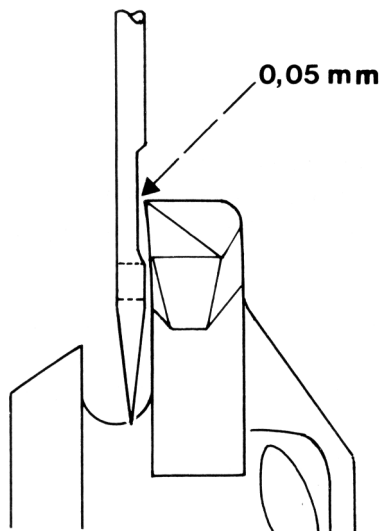

Рис. 6
При выполнении прямого стежка в среднем положении расстояние между носиком петлителя и выемкой на игле системы 130/705 должно составлять от 0,05 до 0,1 мм (рис. 6).
- Пслабить винт 24 при помощи гаечного ключа с внутренним шестигранником размером 2,5 мм (рис. 6с).
- Направляющую петлителя 21 сдвинуть таким образом, чтобы отрегулировать расстояние 0,05 - 0,1 мм (рис. 6).
- Не сдвигая, повернуть направляющую петлителя, пока расположение проколов иглы слева и справа в прорези пластины нитеразделителя не будет выровнено (рис. 6а).
Рис. 6а
Рис. 6с